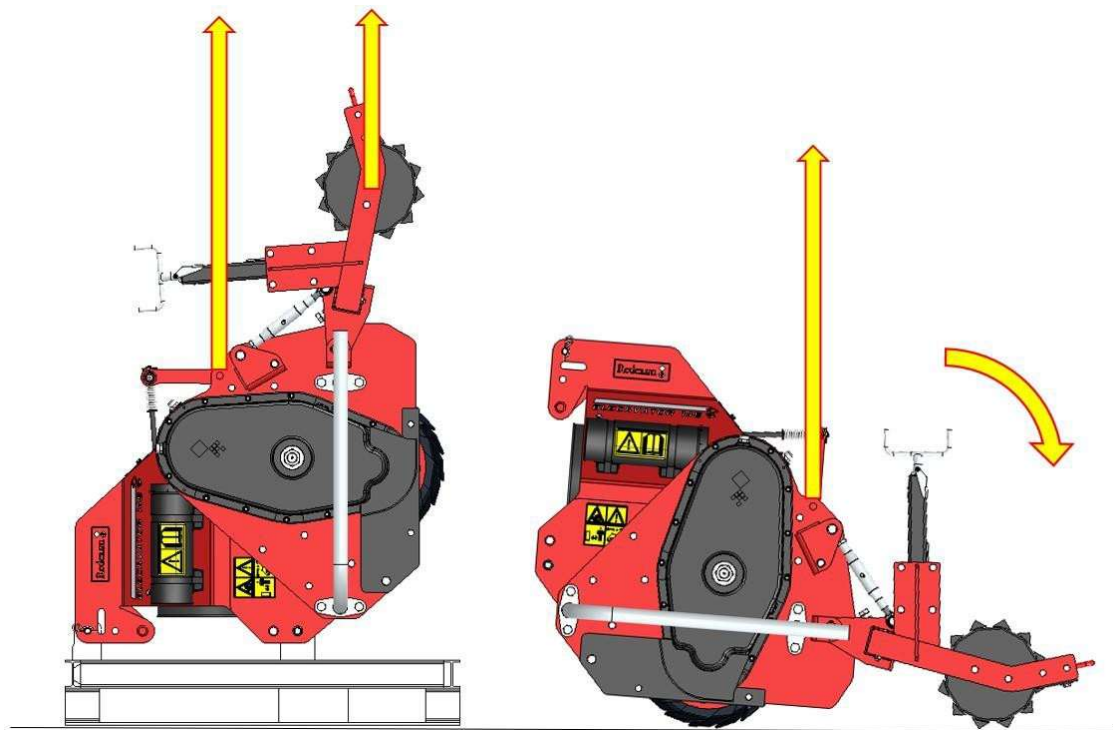

Abb. 3
3. Die Palette (4) durch Entfernen der Bolzen (3) lösen.
5. Die Maschine langsam absenken und neigen, bis sie sicher auf dem Boden steht (siehe Abb. 3).